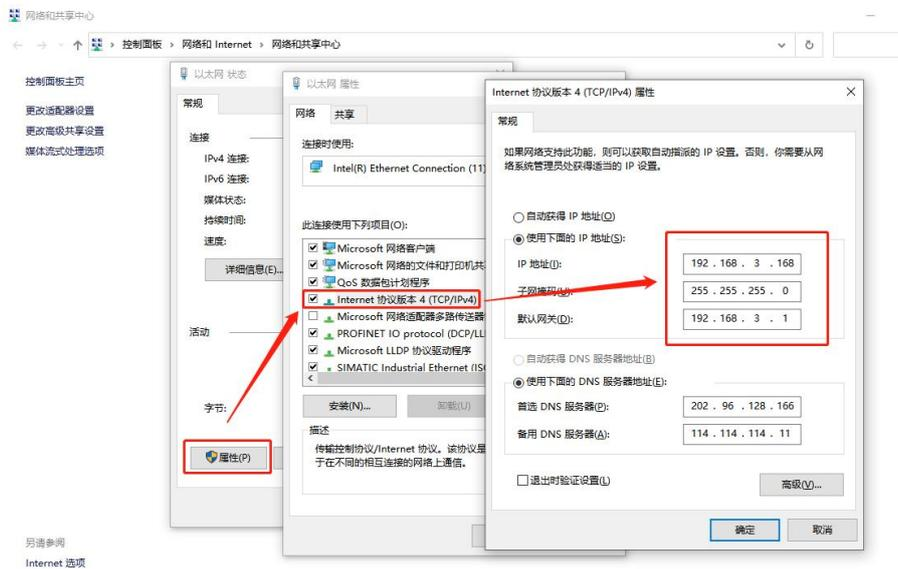

图 4 电脑IP设置方法
3. 确保电脑 IP 与网关 IP 在同一网段且不能冲突。检查方法如图 4所示。